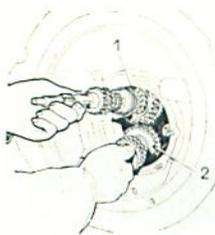

Figure BV 48.
Soulever le pignon d'angle (1, fig. BV 48) par le pignon de transmission pour mettre en place l'arbre intermédiaire (2).